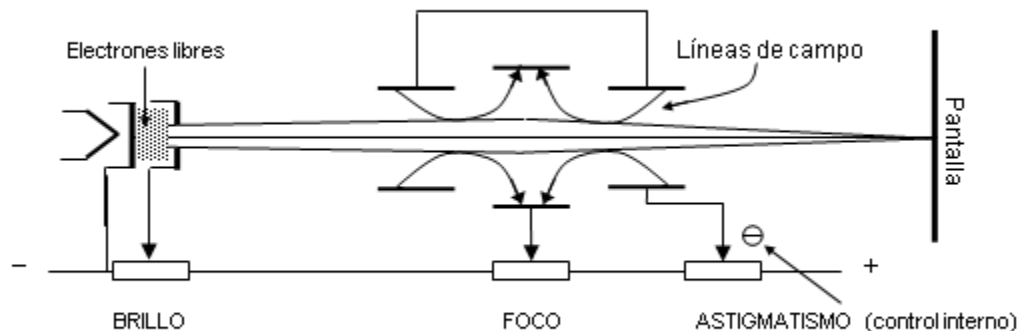

Figura 4.4 : Óptica electrónica.
El potencial que se aplica al electrodo de foco, es menor que el de ánodo y conforma de esta manera lo que se denomina una lente electrónica y que pertenece a la óptica electrónica, cuya finalidad es hacer que los electrones impacten todos juntos sobre la superficie fosforescente, formando un círculo de diámetro muy pequeño, tal como 0,1 mm. Refiriéndose a la figura 4.4, en ella se ha dibujado en forma sencilla la configuración que tienen las líneas del campo eléctrico de acuerdo a los potenciales. Los electrones con su carga negativa están avanzando desde el cátodo, acelerados por el ánodo. Al acercarse a las líneas de campo, provocadas por la diferencia de potencial, tienden a seguir a las mismas alineándose con ellas, por lo que al salir de esta zona, serán desviados hacia el centro. Nótese que los electrones que viajan por el centro no sufren desviación alguna y si los que están alejados del eje del cañón.
- **Astigmatismo** : Otro comando que afecta a los electrones en su avance hacia la pantalla, es el de astigmatismo. Este control que es interno y no tiene acceso el usuario, modifica ligeramente el potencial del ánodo acelerador con respecto al cátodo, ver figura 4.4. Su misión es la de corregir la excentricidad del punto luminoso cuando no incide en el medio de la pantalla. En el centro de la misma produce un pequeño círculo, pero cuando lo hace en otra parte tiende a deformarse elípticamente. En algunos osciloscopios no tan modernos, este control podía ser modificado por el operador, mediante un potenciómetro con su